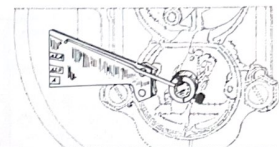
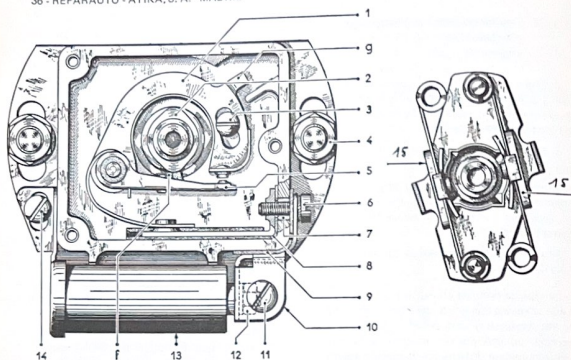

Fig. 1.26.—Util 1692-T para la comprobación del avance centrífugo.
Fig. 1.27.-Mecanismo del ruptor de encendido.
### 1.3.4.13. Comprobación y reglaje del avance centrífugo (fig. 1.26). Montaje de la caja del encendido (fig. 1.27)
b) Montar la caja de encendido (fig. 1.27). Para ello, colocar la placa de protección (18).
1.3.4.14. Reglaje de la separación de los contactos del ruptor (fig. 1.27)
- Girar a mano el volante hasta que una de las levas separe al máximo los contactos del ruptor. En esta posición, reglar la separación de los contactos a 0,4 mm (utilizar un calibre de láminas), aflojando el tornillo (3) de fijación del portacontacto fijo y desplazando dicho portacontacto (1) en el sentido necesario hasta obtener 0,4 mm de separación.
1.3.4.15. Reglaje del punto de encendido (fig. 1.27)
- Aflojar los tornillos (4) de fijación de la caja de encendido. Girando la caja, buscar el punto exacto en que se separan los contactos (previamente las masas del avance centrífugo se han llevado a su posición de reposo, aproximándolas), girando toda la caja (16); en dicho punto la lámpara se enciende. Aperturar los tornillos (4) de fijación de la caja.